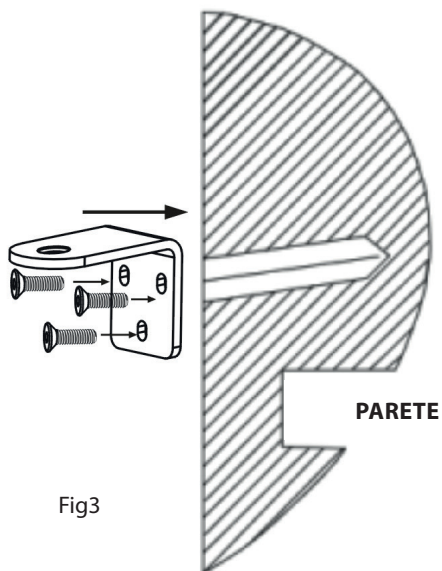

Fig3
2. Inserire 4 tasselli a espansione nei fori, quindi fissare il supporto esterno alla parete utilizzando le viti ST4x40. Vedere Fig. 3.
3. Segnare la parete secondo le dimensioni indicate nella Figura 2. Utilizzare una punta da trapano da 10 mm per praticare 3 fori nella parte superiore e 3 fori nella parte inferiore, con una profondità di 45 mm. Inserire tasselli in plastica da 8x40 mm nei fori e fissare la staffa alla parete con un cacciavite. Vedere Fig. 3.